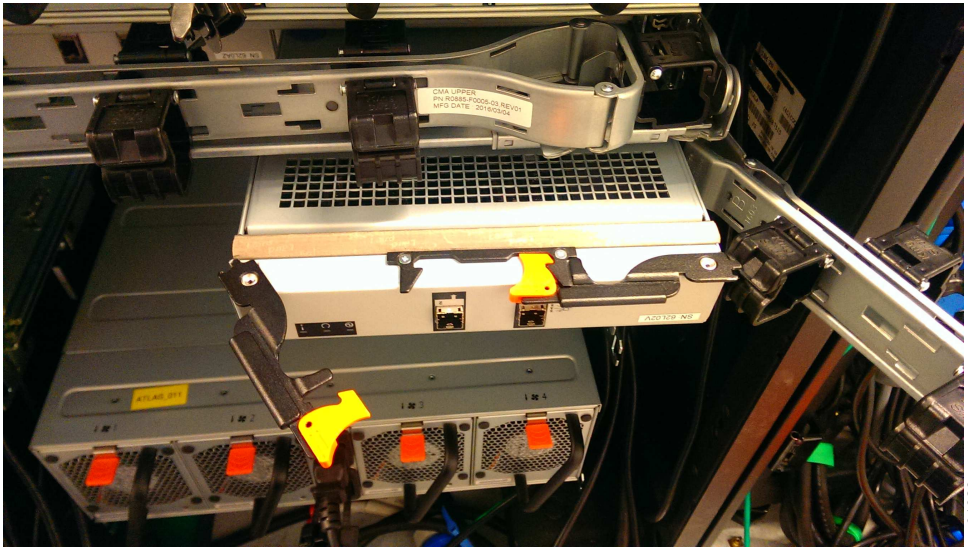

図 60. 拡張キャニスターの取り付け
1. 図 60 に示すように、下段のケーブル・マネジメント・アームのひじを切り離し、邪魔にならないところに向きを変えます。
4. 拡張キャニスターが完全に挿入されたら、各ハンドルを内側に回転させて、所定の位置にロックします (図 60 を参照)。